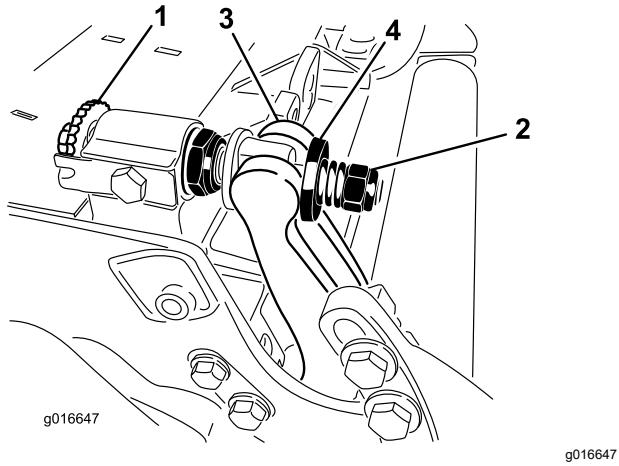

Figura 23
- Rode os parafusos de ajuste da barra de apoio no sentido contrário ao dos ponteiros do relógio, para afastar a lâmina de corte do cilindro (Figura 23).
- Faça recuar a porca da mola tensora até que a anilha deixe de estar sob tensão contra a barra de apoio (Figura 23).